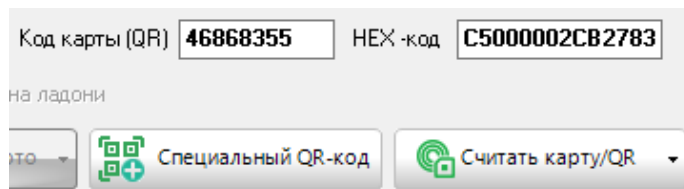
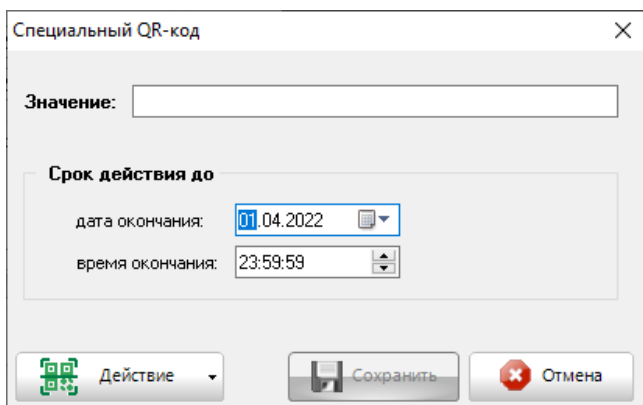

Рис. 40
Рис. 46
Если сканирование завершилось успешно, то в поле «Код карты (QR)» будет отображен QR-код (рис. 40). Если отсканировать QR-код не удалось, то поле останется пустым.
В качестве дополнительного подтверждающего идентификатора прохода, в приборе «C2000-BIOAccess-SF6P» можно использовать «Специальный QR-код». «Специальный QR-код» содержит в себе строку длиной не более 255 символов. Для создания и просмотра специального QR-кода необходимо нажать кнопку «Специальный QR-код» (рис. 40). В появившемся окне (рис. 46) можно либо вручную ввести значение QR-кода, либо отсканировать имеющийся в наличии (рис. 47).
Специальный QR-код имеет срок действия, для этого необходимо указать дату и время окончания действия (рис. 46). Включение/отключение режима проверки специального QR-кода осуществляется на вкладке «Система», в разделе «Биозащита» (рис. 54). Зарегистрированный специальный QR-код можно просмотреть, для этого необходимо нажать кнопку «Действие» и выбрать пункт меню «Показать» (рис. 47). Возможные действия со специальным QR-кодом аналогичны действиям, доступным для обычного QR-кода (рис. 42).